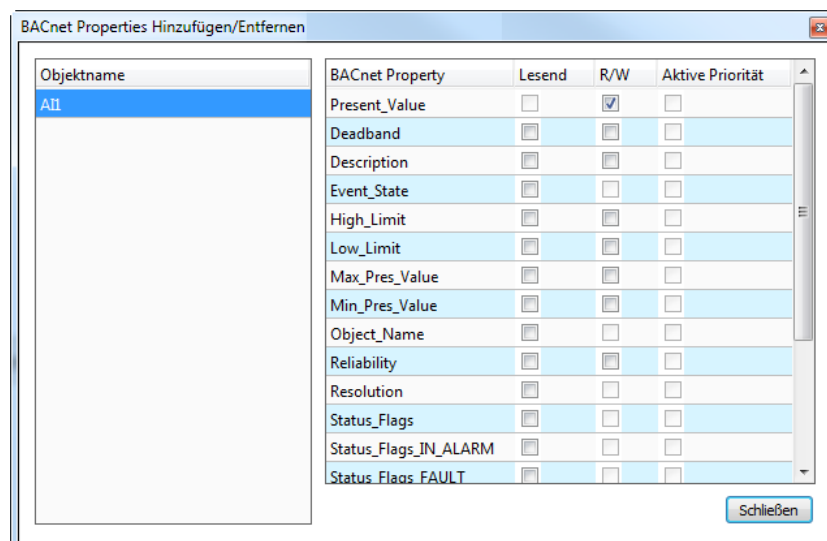

Abbildung 35: Dialog für das Hinzufügen/Entfernen von BACnet Properties.
2. Klicken Sie auf den Datenpunkt mit der rechten Maustaste und wählen Sie **BACnet Properties ...** aus dem Kontextmenü. Der folgende Dialog erscheint (siehe Abbildung 35):